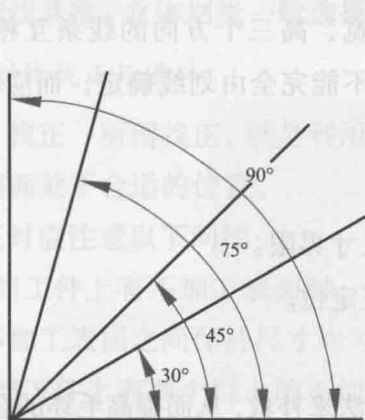

图 1-8 用几何作图法进行角度划线
- 1) 用几何作图法进行角度划线，如图 1-8 所示。作出 90° 线、 30° 线、 45° 线、 75° 线，角度边长 120mm ，不标注尺寸，保留必要的作图线。